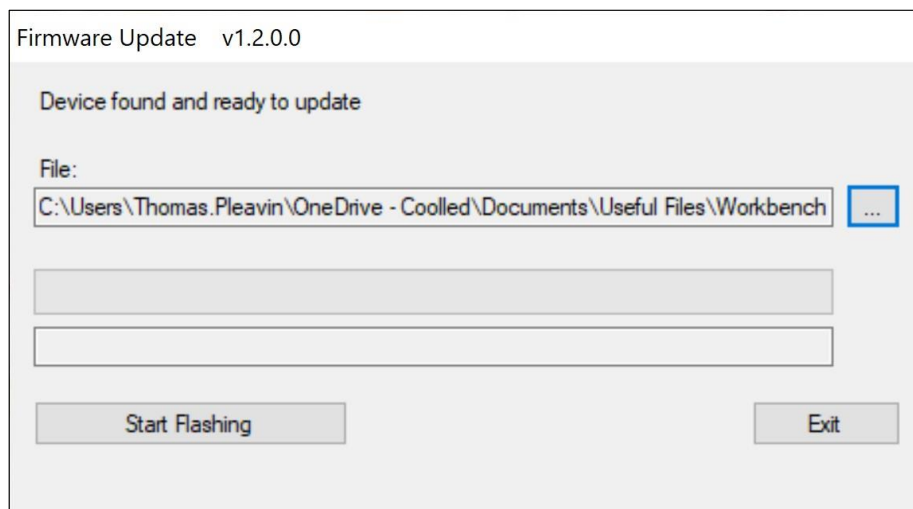

图 57- 固件更新窗口，准备点击 "开始闪存"。
12. 在 "文件" 框中输入文件路径后，单击 **"开始闪烁"** 按钮（图 57）。图 57)。